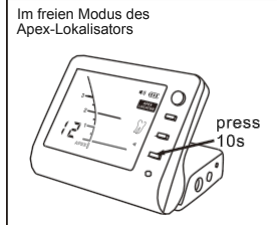

Abb. 26
- Im freien Modus des Apex-Lokalisators drücken Sie die Set-Taste etwa 10 Sekunden lang. Die LCD-Anzeige in Abb. 26 bedeutet, dass das Gerät in den Testmodus gewechselt ist.